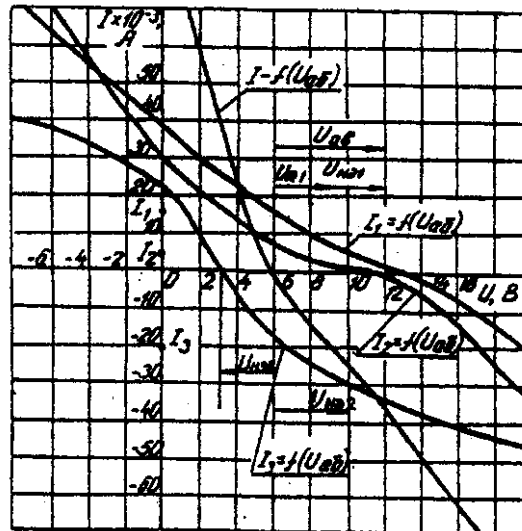

Рис. 6.7. Результирующие вольт-амперные характеристики
3. Нанесем кривые $I_1 = f(U_{a6})$, $I_2 = f(U_{a6})$ и $I_3 = f(U_{a6})$ на одном рисунке и построим результирующую вольт-амперную характеристику $I = f(U_{a6})$ просуммировав ординаты кривых (рис. 6.7).
Для рассматриваемого примера имеем (см. рис. 6.7), А
Располагая построенными характеристиками, легко находим напряжения на всех нелинейных элементах цепи (см. рис. 6.7):